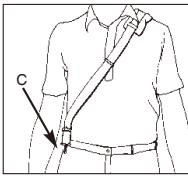

Fig. 8A
- Fest seleklemmen (C) til ringen (D) som er festet på akselen (Fig. 8A og 8B).